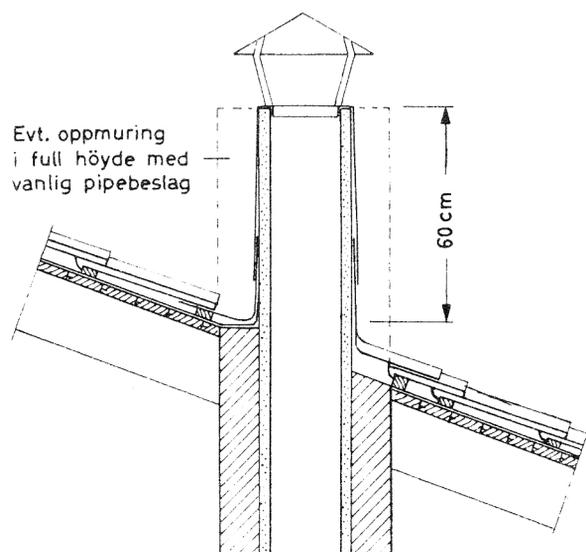

Fig. 214.
- 214 Over øverste innkastluke skal sjakten ha overgangsrør til ventilasjonspipe, se pkt. 112. Ventilasjonspipen føres opp til en høyde av 60 cm over taktekkingen. Innmuringen eller -støpingen avsluttes over loftets bordtak. Ventilasjonspipen avsluttes med regnhatt og beslås med forsinkede stålplater som vist på fig. 214. Eventuelt kan innmuringen eller -støpingen fortsette helt opp. Pipen beslås da som en vanlig skorsteinspipe.